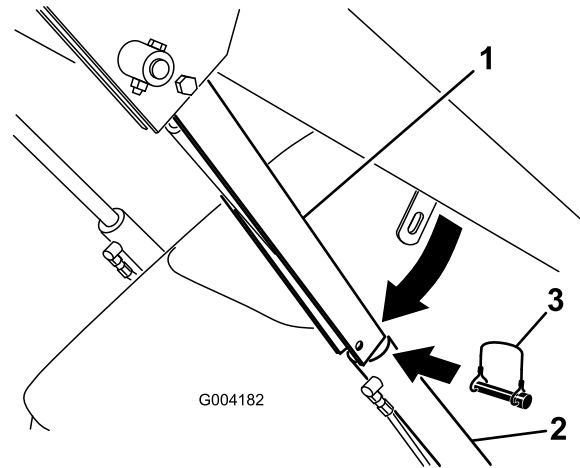

Figura 18
4. Retire la pasador de seguridad que fija el bloqueo del cilindro al brazo de carga (Figura 18).
5. Baje el bloqueo del cilindro sobre la barra del cilindro y fíjelo con el pasador de seguridad (Figura 18).